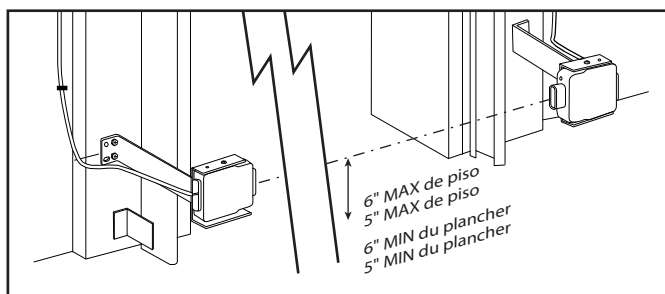

FIG. 5-4 Verifique la alineación del Safe-T-Beam®.
Verifique la alineación del Safe-T-Beam® (Fig. 5-4).
- Asegúrese de que los topes de las lentes estén entre 5" y 6" arriba del piso (Fig. 5-4). Los soportes son flexibles y se pueden ajustar ligeramente si es necesario.
Vérifier l'alignement du Safe-T-Beam® (Fig. 5-4).
- S'assurer que la partie supérieure des lentilles se trouve entre 12,5 et 15 cm au dessus du sol (Fig. 5-4). La flexibilité des supports permet de les ajuster en les courbant légèrement, le cas échéant.